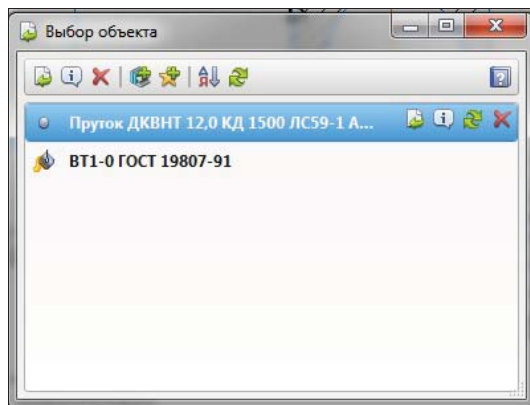

Рис. 30.11. Диалоговое окно **Выбор объекта**
- ◆ из **Строки Главного меню** выберите пункт **Приложения ► Материал ► Выбрать материал...** Обратите внимание, что часть пунктов меню не активизированы. На экране появляется диалоговое окно **Выбор материала** (рис. 30.11). По умолчанию в центральном окне нет выбранного материала;